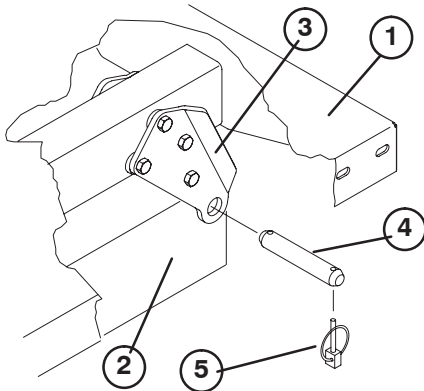

Figure 10
3. Retirez les axes qui fixent les côtés tiges de vérins aux plaques de montage du plateau en les poussant vers l'intérieur (Fig. 10).
4. Enlevez les goupilles à anneau et les axes de fixation des supports de pivot aux profilés du châssis (Fig. 10).
Remarque : Vérifiez que les plaques de pivot arrière sont boulonnées aux châssis/profilé du véhicule de sorte que les angles inférieurs sont vers l'arrière (Fig. 10).
2. Avec précaution, placez le plateau sur le châssis du véhicule en alignant les trous des plaques de pivot arrière et ceux du profilé arrière du châssis. Montez (2) axes de fixation et goupilles à anneau (Fig. 10).
3. Abaissez le plateau, fixez chaque extrémité de la tige du vérin aux fentes appropriées dans les plaques de montage du plateau au moyen d'un axe et d'une goupille à anneau. Insérez l'axe de fixation par l'extérieur du plateau, la goupille à anneau étant à l'extérieur (Fig. 10). Les fentes arrière sont réservées à l'installation du plateau complet, et les fentes avant à l'installation du plateau 2/3.